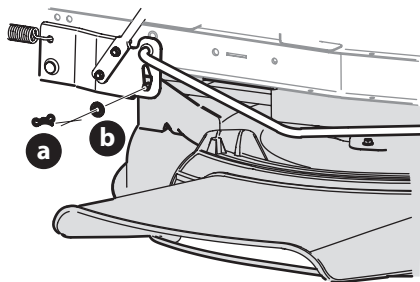

Figura 30
3. Extraiga el pasador de chaveta con unión curva (a) y la arandela plana (b) del conjunto de elevación de la plataforma y guárdelo para volver a colocarlo posteriormente (Figura 30).